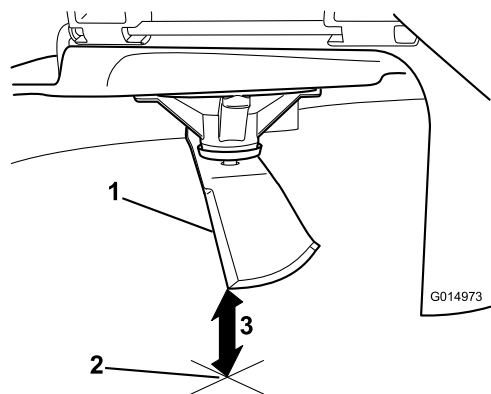

Рисунок 63
5. Измерьте расстояние от конца ножа до плоской поверхности (Рисунок 63).